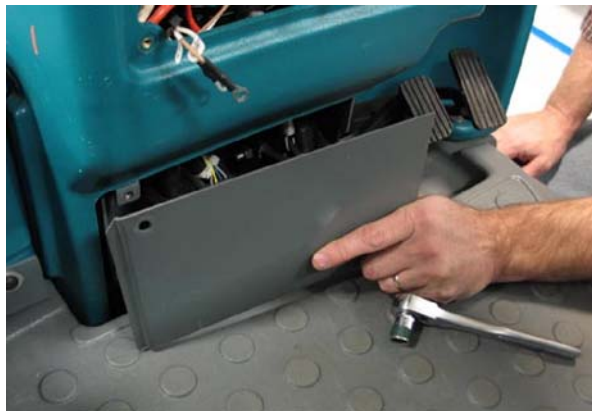

ABB. 5
6. Entfernen Sie die Wartungsklappe. (Abb. 5)